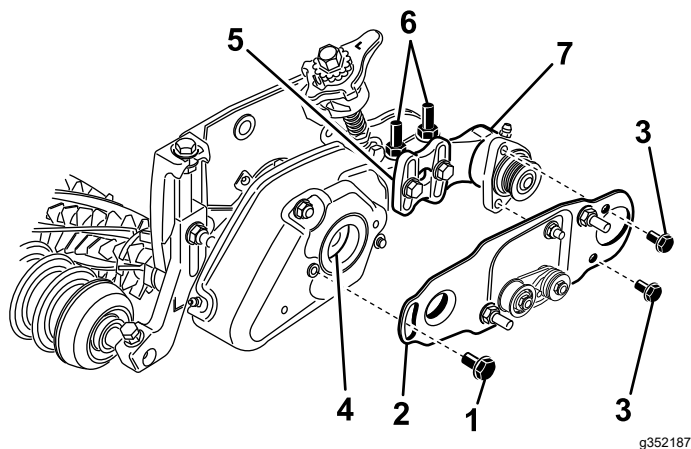

図 27
12. ローラブラシベアリングハウジングをローラブラシ取り付けブラケットに固定しているボルトをゆるめる 但し外さないこと 図 27。
13. ローラブラシピボットプレートを取り付ける 図 27。
14. 5/16 x 5/8 in ボルト2本に 242 ロクタイト青を塗り、これを使ってブラシプレートをローラブラシベアリングハウジングに取り付ける 図 27。ボルトを 20-26 N・m にトルク締めする。
- ローラブラシ取り付けブラケットをカuttingユニットのサイドプレートに固定しているフランジナット2個をゆるめる 図 27。
- ブラシプレートがカuttingユニットのサイドプレートに平行になるまでローラブラシベアリングハウジングを回転させる 図 27。
- ローラブラシ取り付けブラケットをカuttingユニットのサイドプレートに固定しているフランジナット2個を締め込む 図 27。
19. ショルダボルトにロクタイト242青を塗布する [図 27]。ショルダボルトを使って、ブラシプレートをグルーマカバーに取り付ける。( [図 27] )。ボルトを 20-26 N·m にトルク締めする。